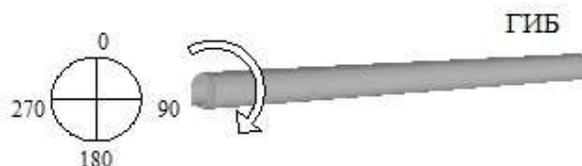

Рисунок 9.2.28
3. Поворотом ГИБ вокруг продольной оси последовательно задать значения угла отклонителя 0° , 45° , 90° , 135° , 180° , 225° , 270° , 315° , (рисунок 9.2.28).